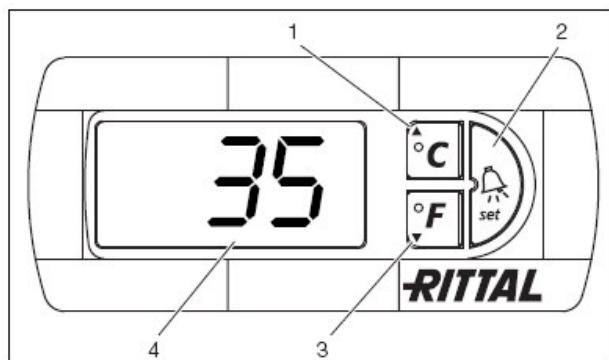

图34：舒适型控制器
在接通电源后机柜空调自动工作，蒸发器风扇（见第5页图2）将连接运行，使机柜内空气不停地循环。压缩机和冷凝器风扇由舒适型控制器调节。舒适型控制器有一个七段显示器（图34第4项）。在打开电源后，首先在此显示器上出现约2秒钟当前软件版本号。在平常工作中，此显示器上显示温度（ $^{\circ}\text{C}$ 或 $^{\circ}\text{F}$ —用户可在这两者之间切换）和故障消息。当前机柜内部温度通常是一直显示的。在出现故障消息时，将与温度交替显示。用按键1-3（图34）对装置进行编程。相关参数也出现在显示器上。
- 同时按住按钮1和2（图34）至少5秒钟。
用按钮1、2、3（图34）可在预置范围（最小值—最大值）内更改24个参数。